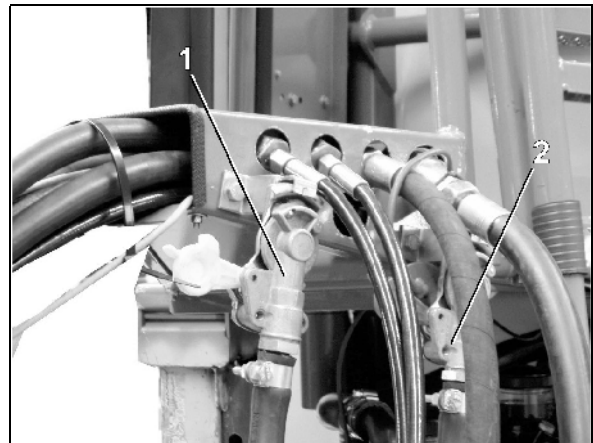

Fig. 31
2. Koppla loss kopplingshandsken för försörjningsledningen (röd)(Fig. 31/2).
3. Koppla loss kopplingshandsken för bromsledningen (gul) (Fig. 31/1).